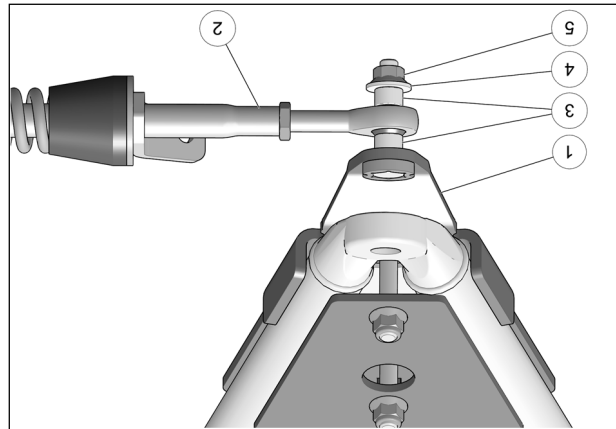

Fig. 18
7. Fixer le bras stabilisateur (2) au boulon déjà installé sur l'ancrage de suspension (1) à l'aide des deux espaces (3), de la rondelle (4) et de l'écrou autobloquant (5). Serrer à un couple de 70 N•m [52 lb•pi]. Voir la Fig. 18